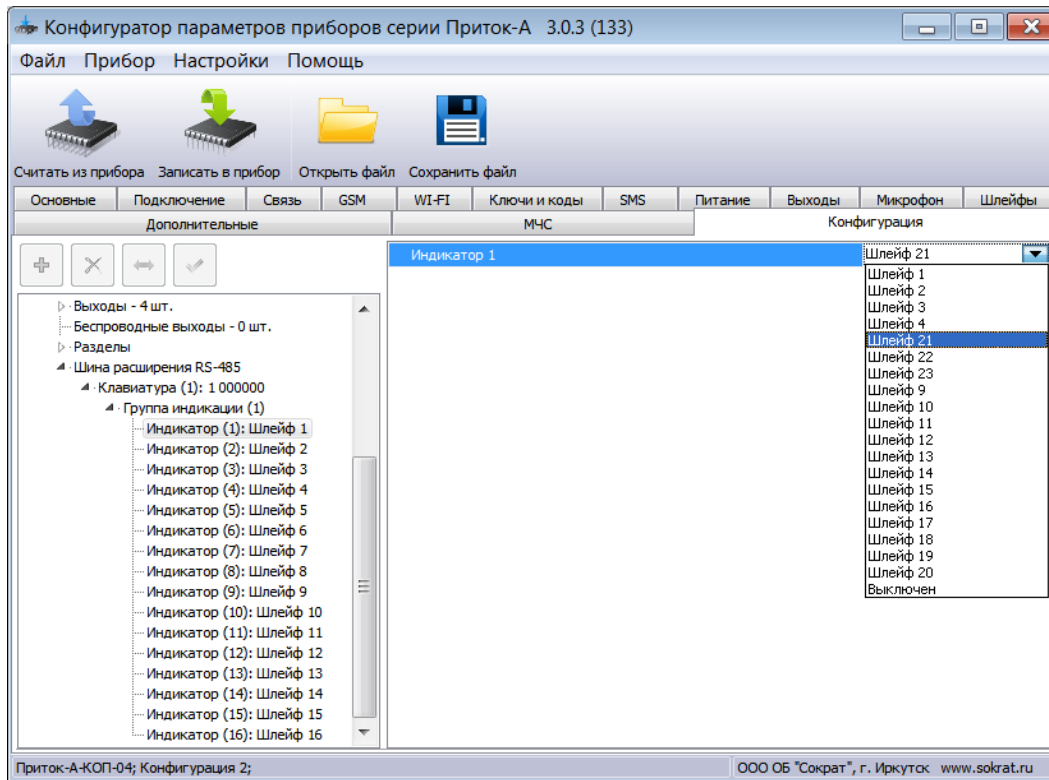

Рисунок 5
2. В поле «**Группа индикации**» → «**Индикатор (1)**»: из выпадающего меню выбрать шлейф, начиная с которого будут отображаться последовательно 30 шлейфов (см. Рисунок 5)
4. Для приведенного примера (см. Рисунок 5) МИ-30 будет отображать состояние шлейфов с 21 по 50 включительно.